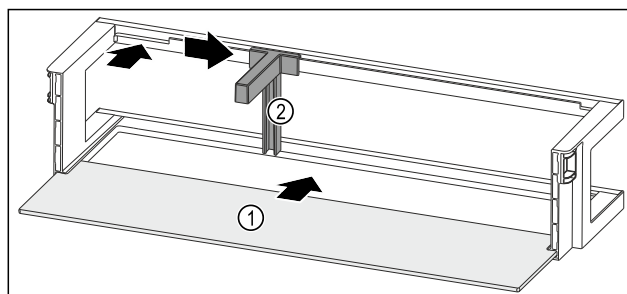

Fig. 196 Dveřní přihrádka s odkládací plochou
- Odkládací plochu Fig. 196 (1) zasuňte do bočních vybrání.
- Držák lahví Fig. 196 (2) vložte do vybrání.
- Držák lahví Fig. 196 (2) posuňte na stranu do požadované polohy.